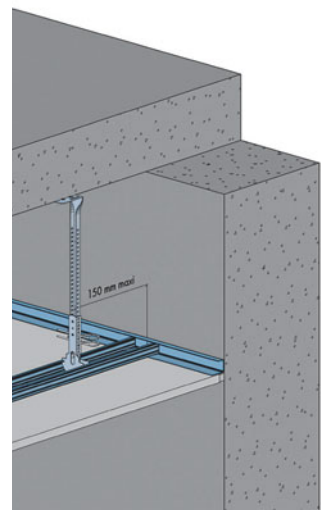

Fig. 3 : Coupe longitudinale
- La 1^{ère} suspente sera disposée à 100 - 150 mm du support (fig. 3).